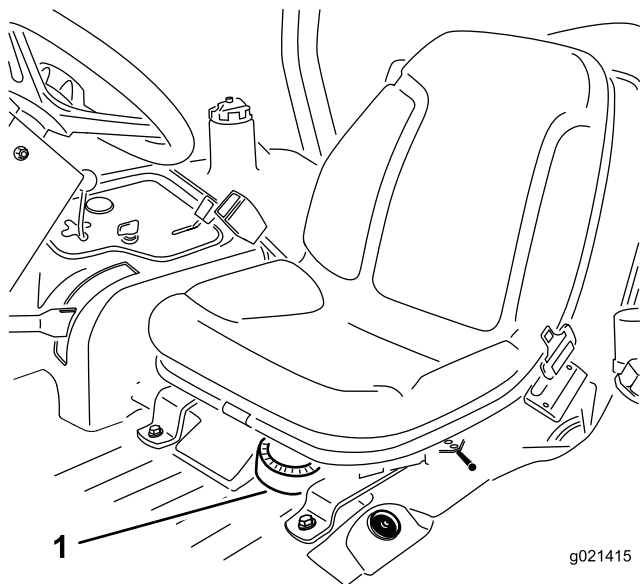

Figure 48
1. Déposez le siège de la machine pour accéder à la pompe à carburant (Figure 48).